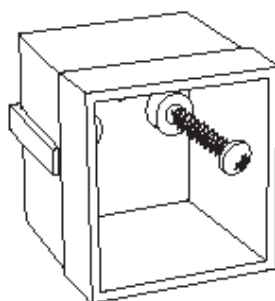

Fig. 2
- A l'aide d'un tournevis, fixer le boîtier à la patte de fixation. Enfin, dévisser la tige et fixer la seconde vis (voir figure 2).